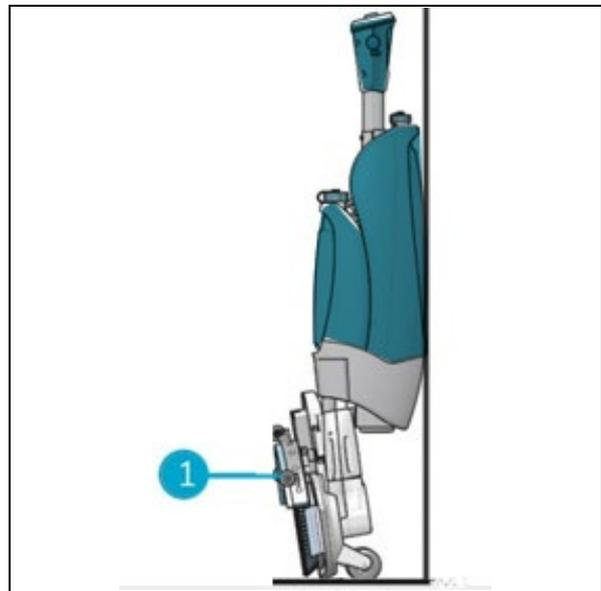

Figure 33
3. Rangez le i-mop® XL près d'un mur (Figure 33, pos 1) en orientant le manche vers le mur et les brosses à l'opposé du mur.